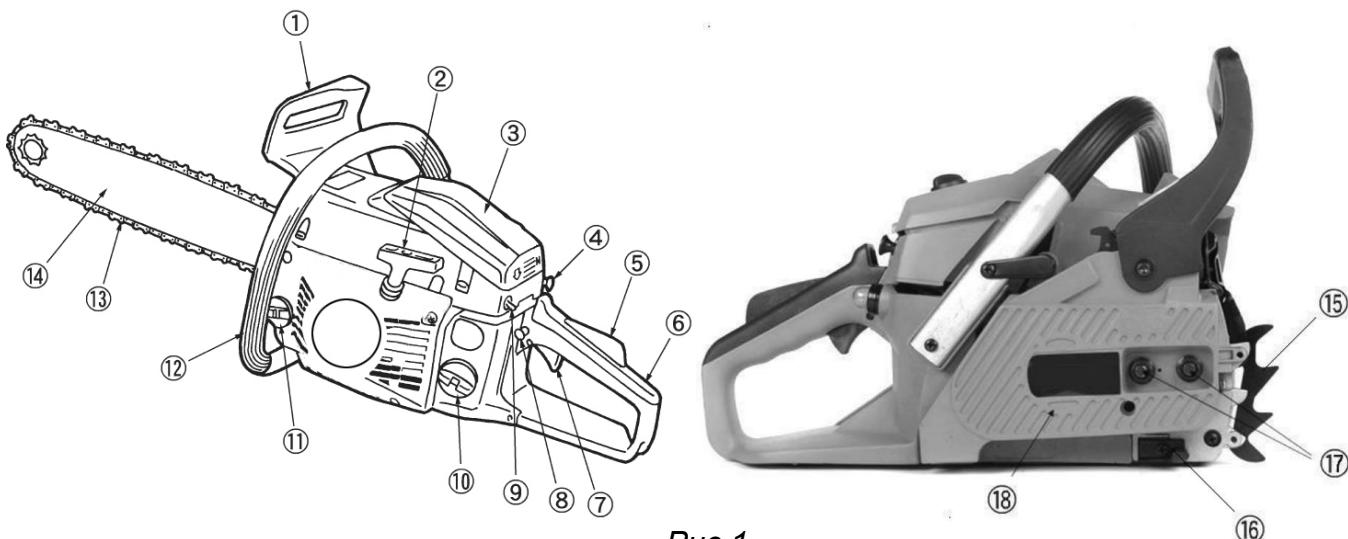

Рис.1
Ручка тормоза цепи (1) (см. Рис.1)
Для безопасности, цепная пила оснащена тормозом цепи (1) (см. Рис.1). Тормоз цепи включается автоматически в случае резкого, сильного отскока, который вызывается прикосновением конца пилы к древесине во время работы. Тормоз цепи служит для блокировки пильной цепи перед стартом, и для ее моментальной остановки в экстренных случаях.
Выключатель зажигания двигателя (9) (см. Рис.1)
Рычаг блокировки газа (5) (см. Рис.1)
Предотвращает случайное включение двигателя (приведение пильной цепи в движение). Рычаг газа (7) не может быть нажат, если не нажат рычаг блокировки газа (5) (см. Рис.1).
Задняя ручка (6) (см. Рис.1)
Кнопка фиксации рычага газа (8) (см. Рис.1)
Пильная цепь, снижающая риск отскока (13) (см. Рис.1)
Зубчатый упор (15) (см. Рис.1)
Цепеуловитель (16) (см. Рис.1)